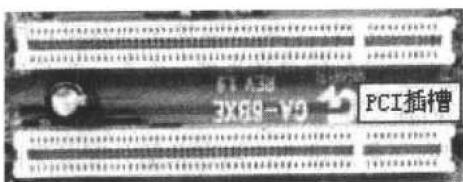

图 1.6 PCI 扩展槽
⑥ 总线扩展槽。总线是连接 CPU 和内存、缓存、外部控制芯片之间的数据通道。控制芯片和扩展槽之间也有数据通道，称为扩展总线或者局部总线。扩展总线允许用户通过安装新的扩展卡来扩充微机的功能。例如，安装显卡用来连接显示器，安装声卡可以增加声音功能，安装网卡用来连接网络等。主板上的扩展槽越多，用户可安装的扩展卡就越多。通常每块主板提供 5~8 个扩展槽，它们往往是不同的总线类型。扩展槽的每一边都有针，它和所插入板卡的连接器边缘相接触。微机上主要有以下几种总线扩展槽。
- PCI 扩展槽。PCI 总线是 Intel 公司开发的一套局部总线系统，它支持 32 位或 64 位的总线宽度。PCI 的工作频率为 33MHz，数据传输能力达到了 32 位，传输频宽是 133Mb/s。PCI 总线支持即插即用。PCI 扩展槽是一种白色的短槽，它是现在比较先进的一种总线标准。PCI 扩展槽外观参见图 1.6。